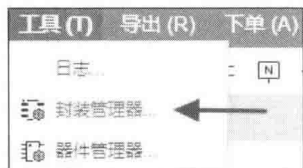

图 7-1 打开封装管理器
(1) 对于封装检查，一个一个地去检查是非常麻烦的，嘉立创 EDA 专业版提供了一个集中管理元件的功能。单击“工具—封装管理器”，如图 7-1 所示，进入封装管理器，在其中可以查看及管理所有元件的封装信息。